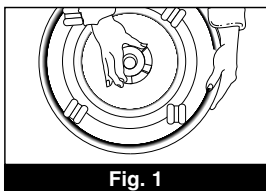

Fig. 1
- Étape 2 :** Pour ouvrir, renverser, avec précaution, l'appareil sur son flanc et dévisser le mécanisme de verrouillage situé sous la base (Fig. 1).